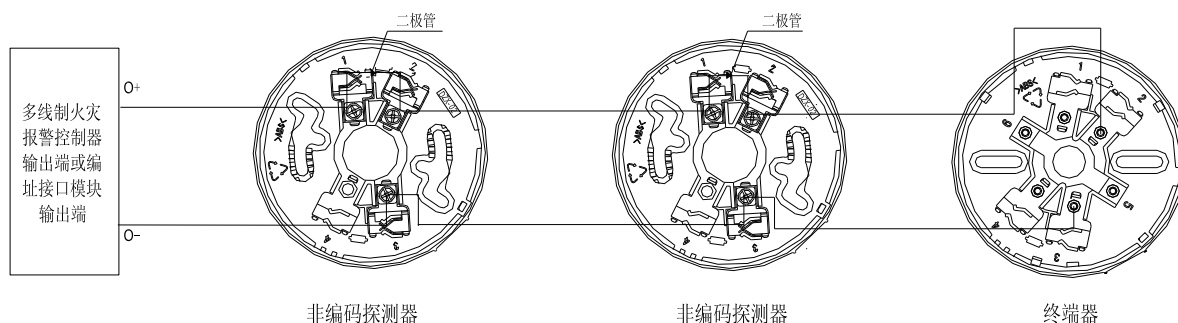

图 6 系统构成图
2) 当终端器不作为探测器底座使用时，应在终端器上加装上盖，系统构成图如图 6 所示。